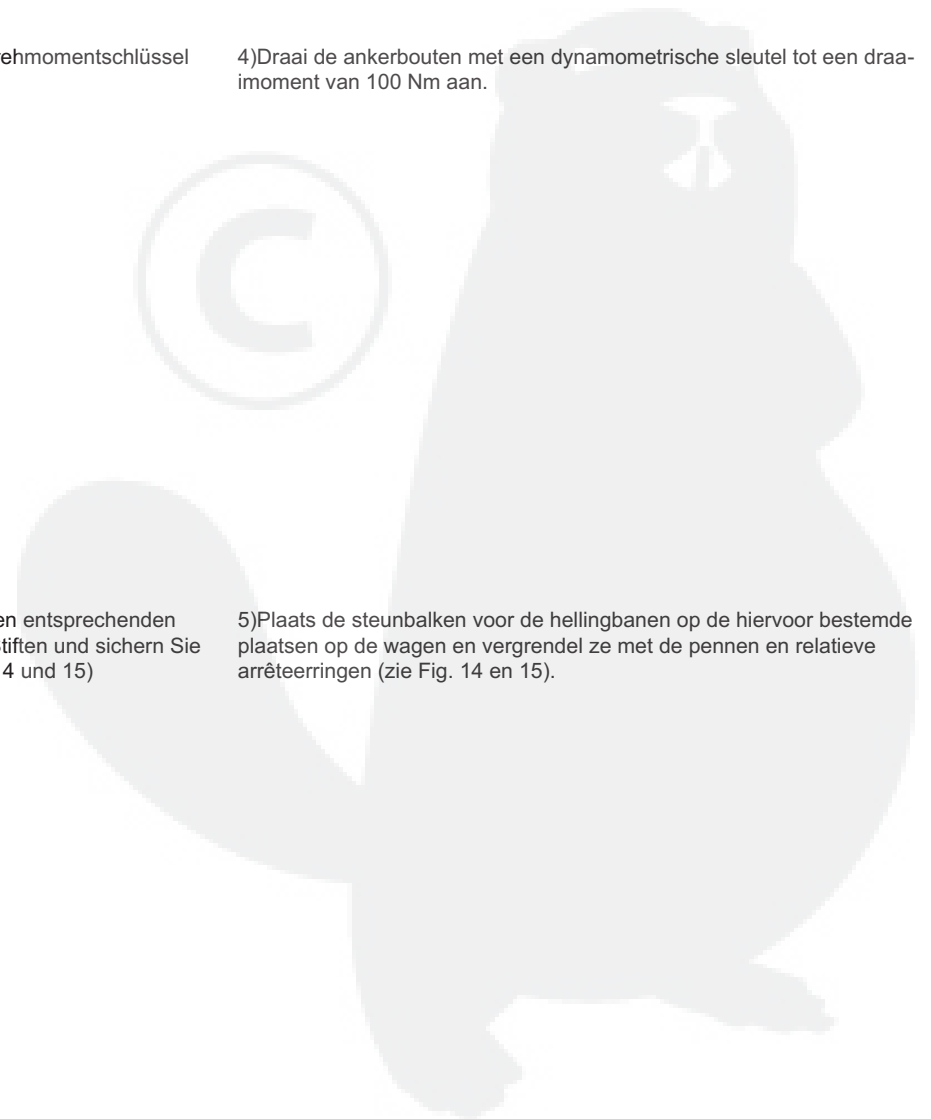

Fig.16 Abb.16
6) Mantenendo l'otturatore di sicurezza disinserito infilare le rampe nella trave (Fig.16).
6)With the safety shutter disconnected, insert the ramps in the beams (Fig. 16).
6)En maintenant le blocage de sécurité extrait, mettre en place les rampes sur le montant (Fig. 16).
6) Stecken Sie die Rampen in den Träger ein und lassen Sie dabei den Sicherheitsverschluss offen (Abb. 16).
6)Plaats de hellingbanen in de balken met de veiligheidspennen verwijderd (Fig. 16).